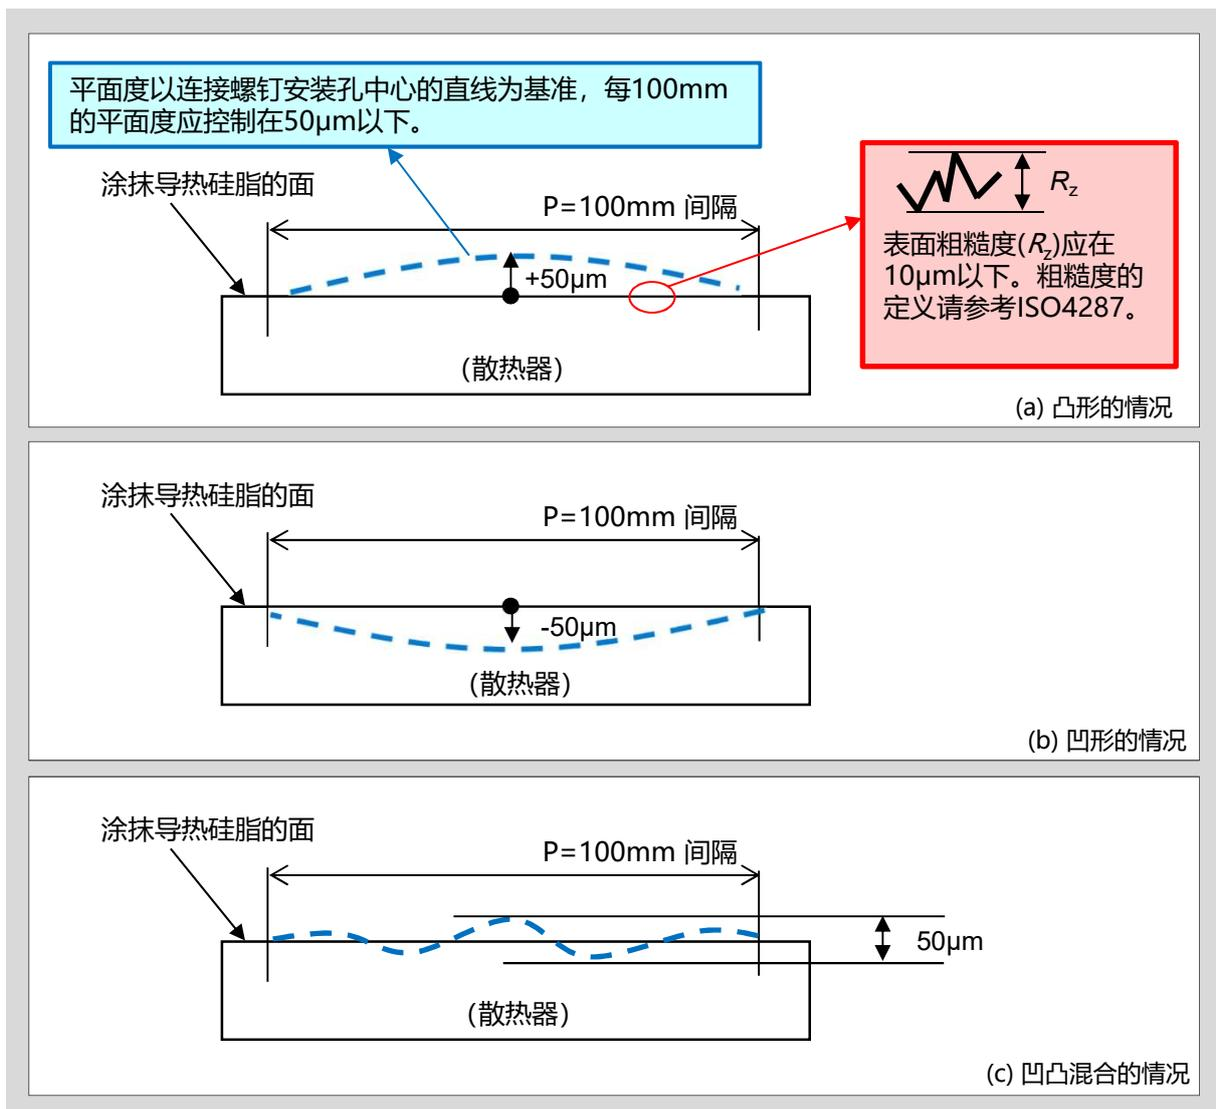

图1. 散热器的表面粗糙度和平面度
2. 散热器的表面平面度，以连接螺钉安装孔中心的直线为基准，每 100mm 的平面度应控制在 $+50\mu\text{m}$ ($-50\mu\text{m}$) 以内。如下面的图1所示，这里的「+」是指凸形，「-」是指凹形。凹凸都有的情况下，「+」和「-」的绝对值的和应控制在 $50\mu\text{m}$ 以内。
散热器的表面粗糙度和平面度的定义请参照下面的图1。